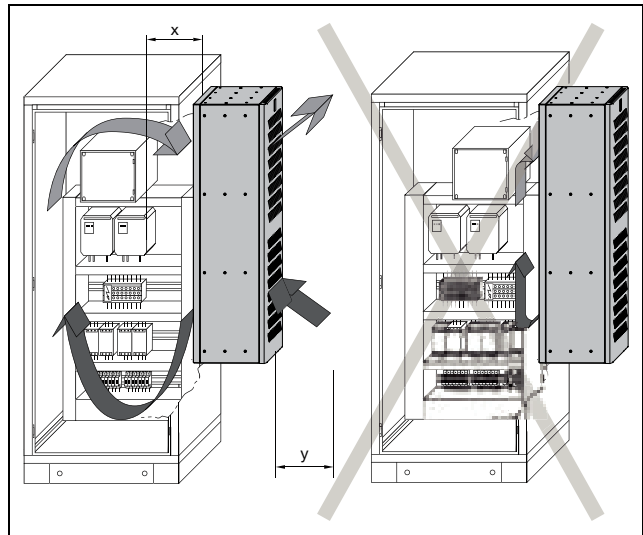

Imagen 6: Circulación del aire en el armario
- El lugar de ubicación del armario y la colocación del refrigerador debe garantizar una buena ventilación (la distancia entre los refrigeradores debe ser de como mínimo 200 mm, para la distancia a la pared ver distancia «y» en imagen 6 o tab. 2).
- Calcula la distancia «x» (imagen 6) hacia los componentes eléctricos y otros dispositivos instalados en el armario, de forma que la circulación necesaria de aire no se vea obstruida.